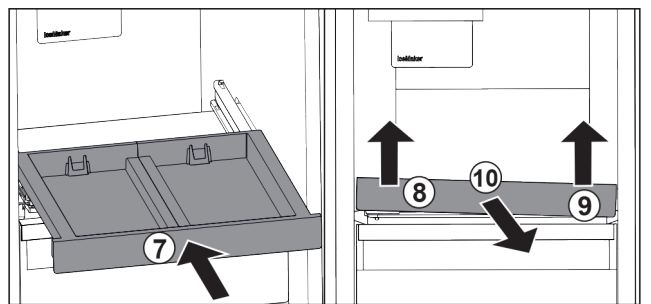

Fig. 102
- ▶ 推入拉出式搁板。 Fig. 102 (7)
- ▶ 抬起抽屉左前部。 Fig. 102 (8)
- ▶ 抬起抽屉右前部。 Fig. 102 (9)
- ▶ 向前取出拉出式搁板。 Fig. 102 (10)